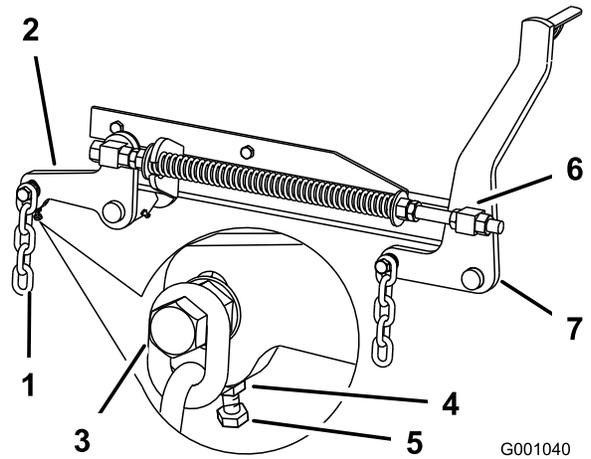

Figure 82
7. Si la distance mesurée au point **B** ou **C** n'est pas correcte, desserrez le boulon de fixation de la chaîne arrière au bras de support arrière (Figure 82).
8. Desserrez l'écrou de blocage sous le bras de support arrière et agissez sur le boulon de réglage de manière à obtenir une distance de 80 à 83 mm (3-1/8 à 3-1/4") (Figure 82).
7. Desserrez d'environ 13 mm (1/2") les écrous de blocage à l'avant des pivots avant gauche et droit (Figure 82).
8. Réglez les écrous de relevage sur les côtés gauche et droit de la machine de manière à abaisser l'avant de 6 à 10 mm (1/4 à 3/8") au point **A** par rapport au point **B** à l'arrière (Figure 82).